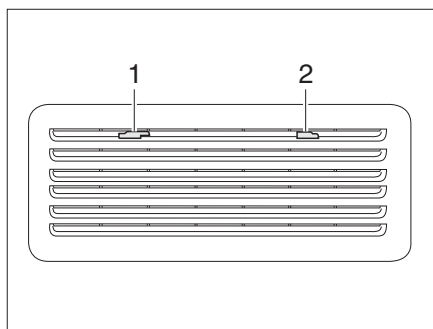

Bild 132 Kühlschrank-Lüftungsgitter (Thetford)
- Arretierungen (Bild 132,1 und 2) zur Mitte schieben.